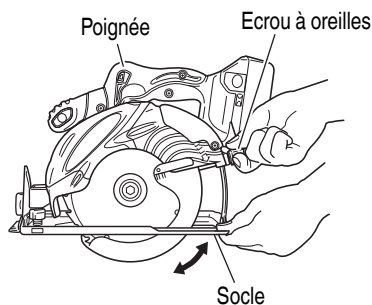

Fig. 6
Si l'écrou à oreilles qui permet de régler la profondeur de coupe (Fig. 6) est mal vissé, il y a risque de blessure. Bien vérifier qu'il est vissé à fond.
1. Réglage de la profondeur de coupe (Fig. 6)